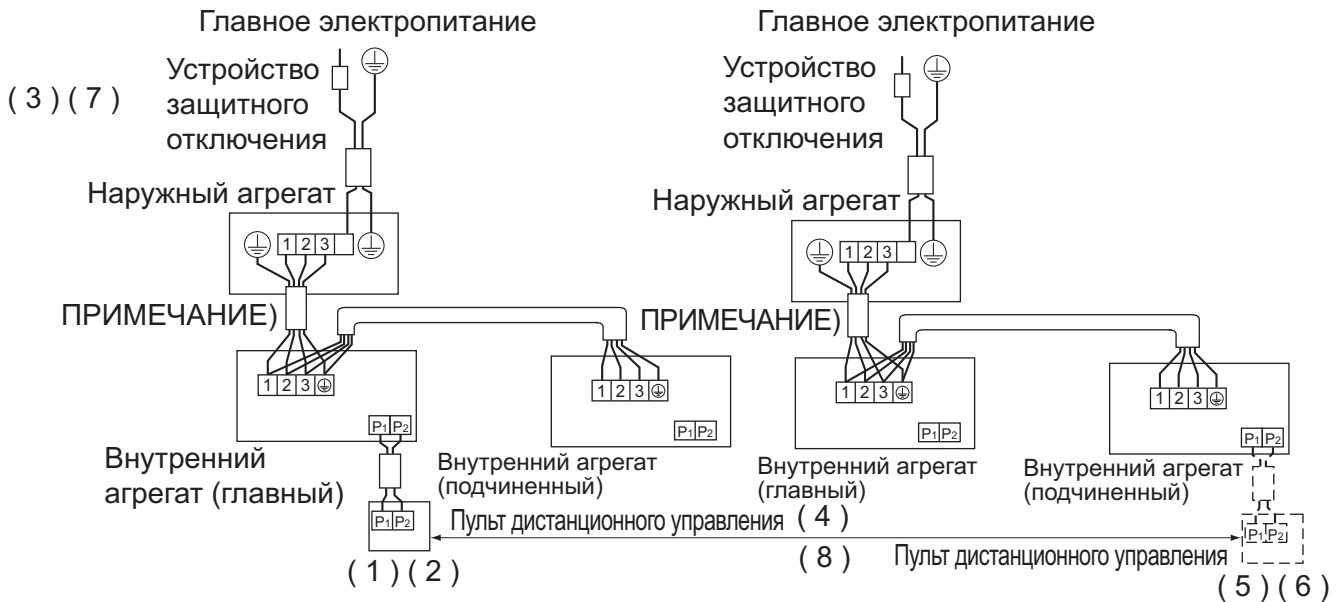

Рис. 29
- При раздельной настройке главного и подчиненного блока выполните указанные ниже действия. (См. рис. 29)
- (1) Установите значение параметра SECOND CODE NO. (№ ВТОРОГО КОДА) равным "02" (индивидуальная настройка) для возможности индивидуальной настройки подчиненного блока. (См. Табл. 9)